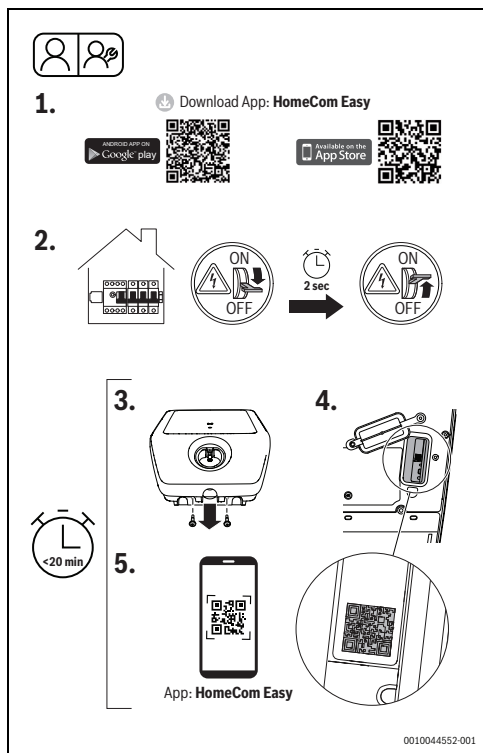

Fig. 163 HomeCom Easy
- ▶ Desconectar el Power Charge 7000i del panel de alimentación eléctrica y, después de aproximadamente dos segundos, activarlo nuevamente (fig. 163, paso [2]).
- ▶ Soltar los dos tornillos en la pared delantera (fig. 163, paso [3]).